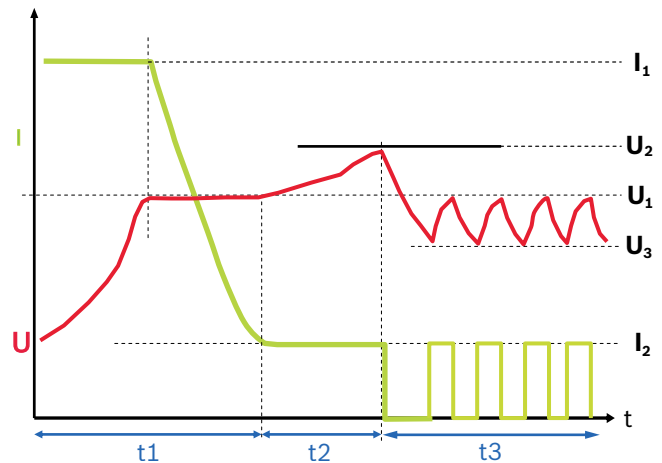

Fig. 3: Curva característica de carregamento
- 1 Progresso do carregamento (ver curva característica de carregamento fig. 3)